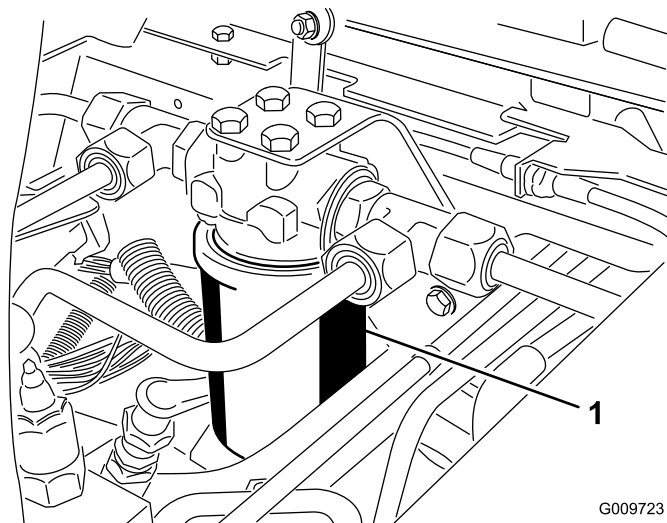
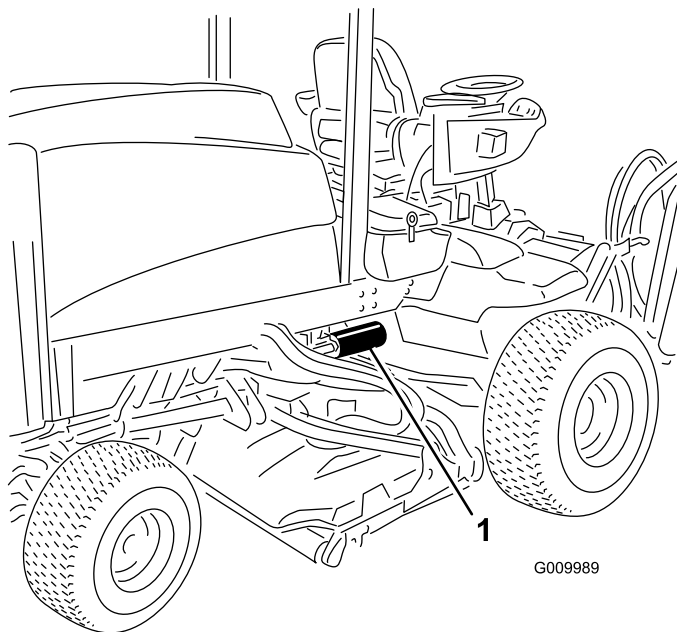

図 82
図 83
2. フィルタ容器の周辺をウェスできれいにぬぐう。フィルタ **図 82**と**図 83**の取り付け部周辺をきれいにふき、下に廃油受けを用意し、フィルタを外す。